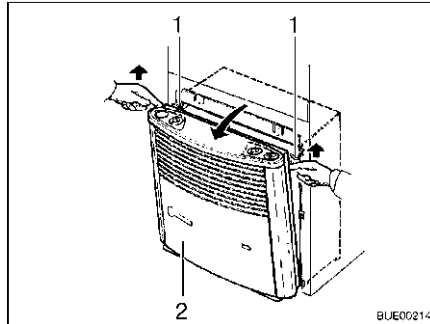

Bild 109 Ta bort höljets framdel från värmeaggregatet
- Tag bort värmeaggregatets hölje (Bild 109,2). Drag höljet framåt upptill, tryck upp hållfjädrarna (Bild 109,1) på sidan och fäll ut höljets framdel.